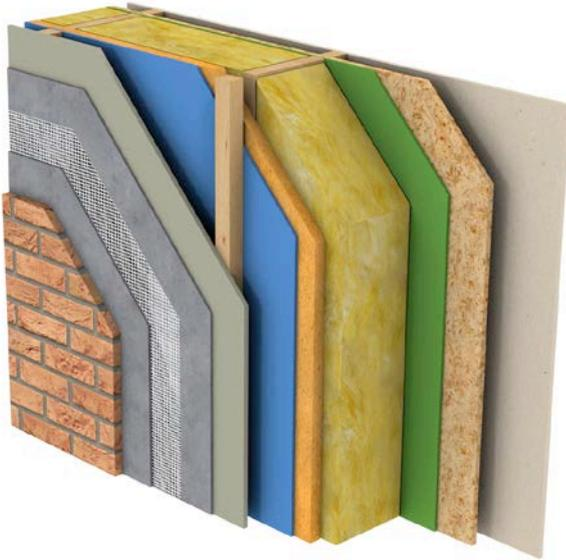

Fig. 1 Finition à base de briques sur panneau (vue 3D).
2. installer l'isolant rigide, le pare-pluie et le parement extérieur (voir figures 1, 2, 3 et 4). Il est nécessaire de laisser une lame d'air ventilée d'au moins 15 mm. Dans le cas d'un bardage ajouré, il est impératif de doubler l'écran rigide d'une membrane pare-pluie pour une meilleure durabilité (voir la NIT 243)